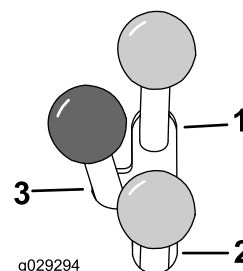

Figura 12
- Per azionare un attrezzo idraulico in avanti, spostate la leva dell'alimentazione idraulica ausiliaria in avanti (Figura 12).
- Per azionare un accessorio idraulico in direzione di retromarcia, spostate la leva dell'alimentazione idraulica ausiliaria all'indietro (Figura 12).
**Nota:** Se la leva viene rilasciata quando è in posizione di MARCIA AVANTI o di RETROMARCIA, torna automaticamente alla posizione di FOLLE (Figura 12).